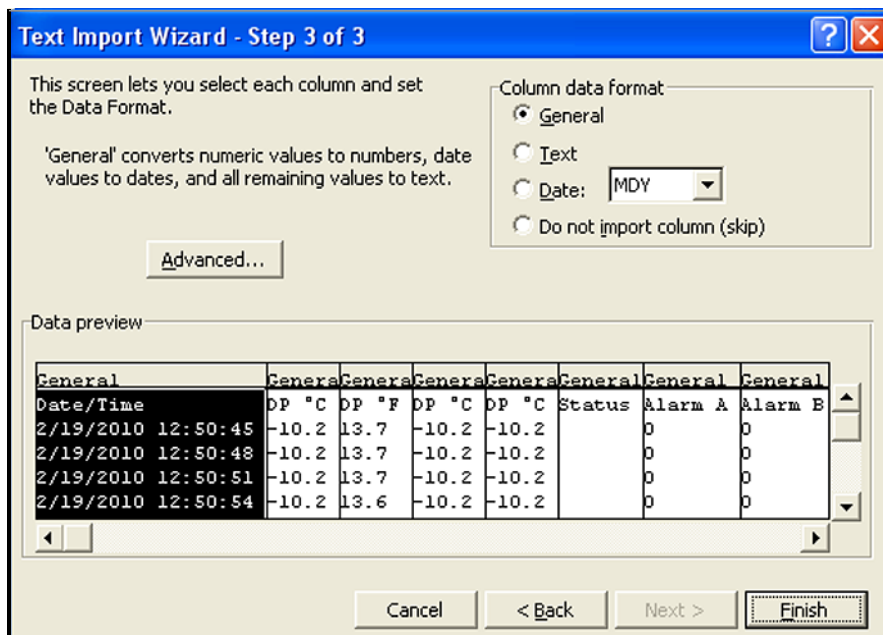

Figura 61: Assistente de importação do Excel – Etapa 3
3. Selecione os delimitadores de dados desejados e clique em **Avançar >**. Uma janela semelhante à janela em *Figura 61* abaixo será aberta.
4. Selecione cada coluna e defina o formato de dados desejado para essa coluna (veja *Figura 61* abaixo).